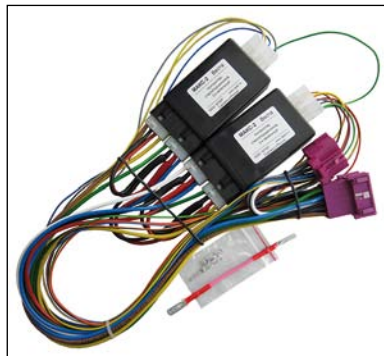

Рисунок 1. Комплект модулей
4.1 Каждый модуль комплекта (рисунок 1) представляет собой электронное устройство, состоящее из управляющего микроконтроллера и силовых цепей коммутации нагрузки. Микроконтроллер по сигналу от охранной сигнализации или при нажатии кнопок управления стеклоподъемниками включает и выключает электродвигатели стеклоподъемников по заданному алгоритму.